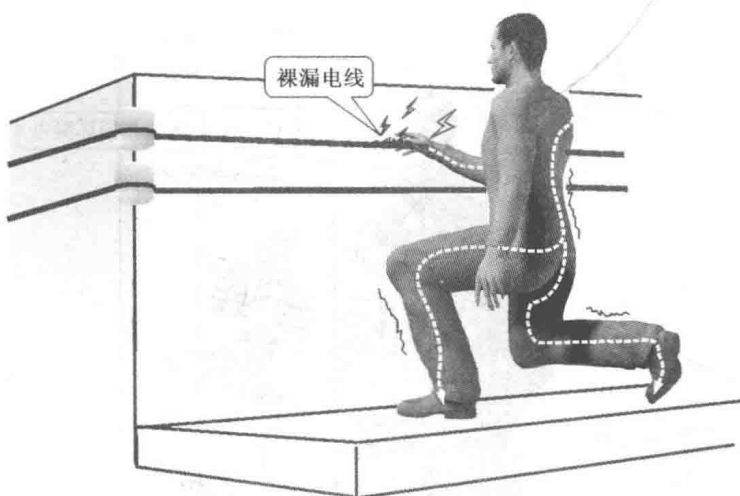

图 1-13 户外单相触电示意图
②室外单相触电。在室外电气安装时,人体碰触掉落的裸露电线所造成的事故也属于单相触电。图 1-13 所示为户外单相触电示意图。
(2) 两相触电